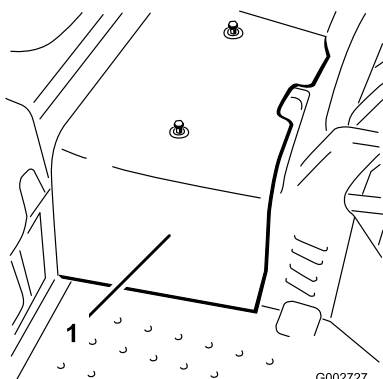

Figura 42
2. Desaperte os 2 parafusos que fixam o resguardo central à máquina e retire o resguardo (Figura 42).